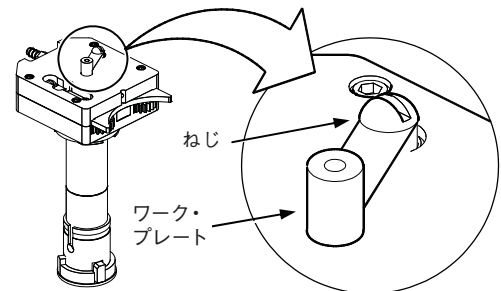

図 37：ワーク・プレートおよびねじの検査を行う
12. ワーク・プレートねじが締め付けられていること、過度の酸化が生じていないことを確認します。図 37 をご参照ください。必要であれば目の細かい研磨パッドを使用して、ワーク・プレートのクリーニングを行います。